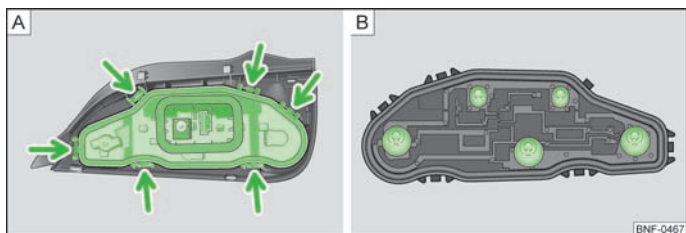

Abb. 125 Rückleuchte: Glühlampen wechseln
- Den Lampenhalter an den Verriegelungslaschen (Pfeile) entriegeln » Abb. 125 - A und den Lampenhalter aus der Rückleuchte herausnehmen.
- Die defekte Glühlampe in die Fassung drücken, entgegen dem Uhrzeigersinn drehen und herausnehmen » Abb. 125 - B.